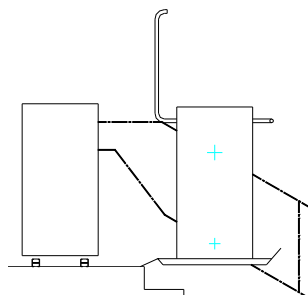

Abb. 2
4. In der Haltestelle läßt sich der Schranken auf jener Seite, auf der normalerweise die Plattform verlassen wird, (Abb. 2), händisch öffnen.